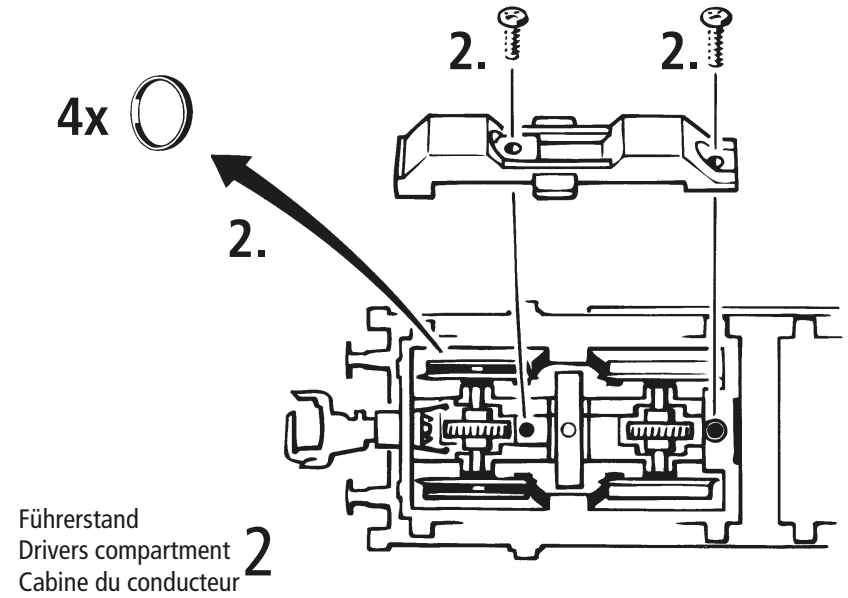

Fig. 10
siehe Fig. 10
**A.C. operation:** see Fig. 10
voir Fig. 10